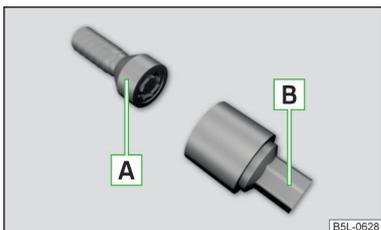

Abb. 333
Die Anti-Diebstahl-Radschrauben schützen die Räder vor einem Diebstahl. Diese lassen sich ausschließlich mit dem Aufsatzstück **B** » Abb. 333 lösen/festziehen.
- Den Radschlüssel bis zum Anschlag auf die Radschraube stecken. Für die Anti-Diebstahl-Radschrauben das zugehörige Aufsatzstück verwenden » Abb. 333 auf Seite 299.